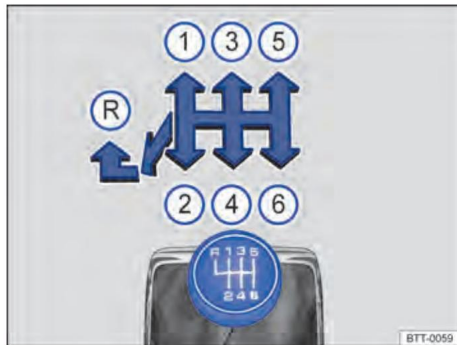

Figure. 94 Diagramme de changement de vitesse de la boîte de vitesses manuelle à 6 rapports.
Engager la marche avant Les positions de chaque vitesse sont indiquées sur le levier de changement de vitesse → Fig. 94.
- Poussez le levier de changement de vitesses complètement vers la gauche puis vers l'avant jusqu'à la position de marche arrière → Fig. 94.